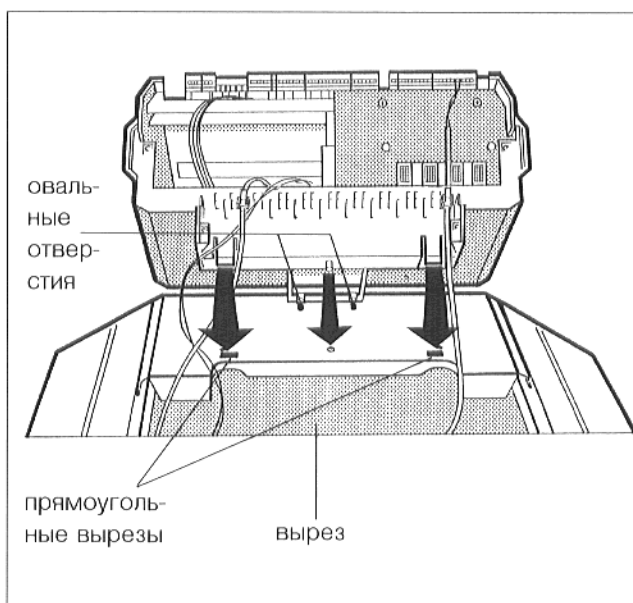

Рис. 16
- Насадить регулятор на передний кожух так, чтобы вставные крючки на нижней стороне регулятора вошли спереди в овальные отверстия (рис. 16).
При этом, проложить капиллярные трубки датчиков температуры и, при "Ecomatic"-регулировании, провод датчика температуры котельной воды через вырез в переднем кожухе котла (рис. 16).
- Тянуть регулятор в направлении вперед, при этом, держать слегка одной рукой передний кожух котла и давить регулятор до тех пор вниз, пока эластичные крючки не войдут в задние прямоугольные вырезы (рис. 16).